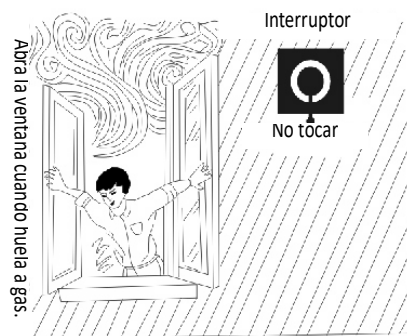

Fig. 12
- Compruebe siempre todas las conexiones de la tubería de gas con espuma jabonosa para ver si tienen fugas de gas. En caso de fuga de gas, apague el suministro de gas y abra las ventanas inmediatamente. En tales condiciones, el encendido, la conexión/desconexión de la fuente de alimentación eléctrica está estrictamente prohibido, para evitar la explosión y el disparo (Fig. 12)